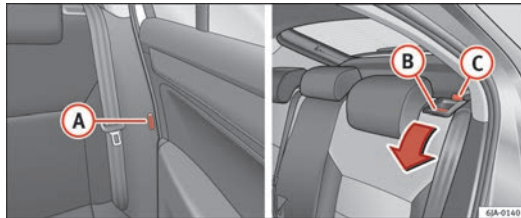

Abb. 74 Sitzlehne entriegeln
- Führen Sie die Schlosszunge des Sicherheitsgurts in die Öffnung (A) ⇒ Abb. 74 auf der jeweiligen Fahrzeugseite ein – Sicherheitsposition.
- Entriegeln Sie durch Drücken der Verriegelungstaste (B) die Rückenlehne und klappen Sie sie nach vorn.